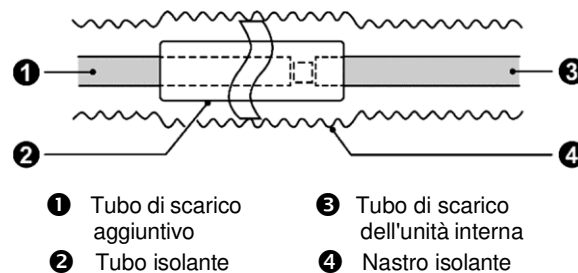

Fig. 4.7
- (1) Puntare la svasatura del tubo di rame verso il centro del raccordo filettato, quindi stringere il dado svasato, come illustrato nella Fig. 4.7
- (2) Utilizzando una chiave dinamometrica, stringere il dado svasato finché la chiave non emette uno scatto.